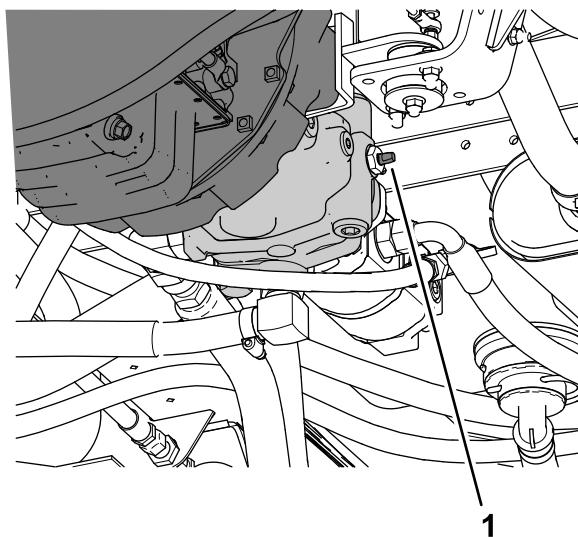

Figura 57
- Gire la válvula de remolcado (Figura 57) 90° en cualquier sentido para abrirla.